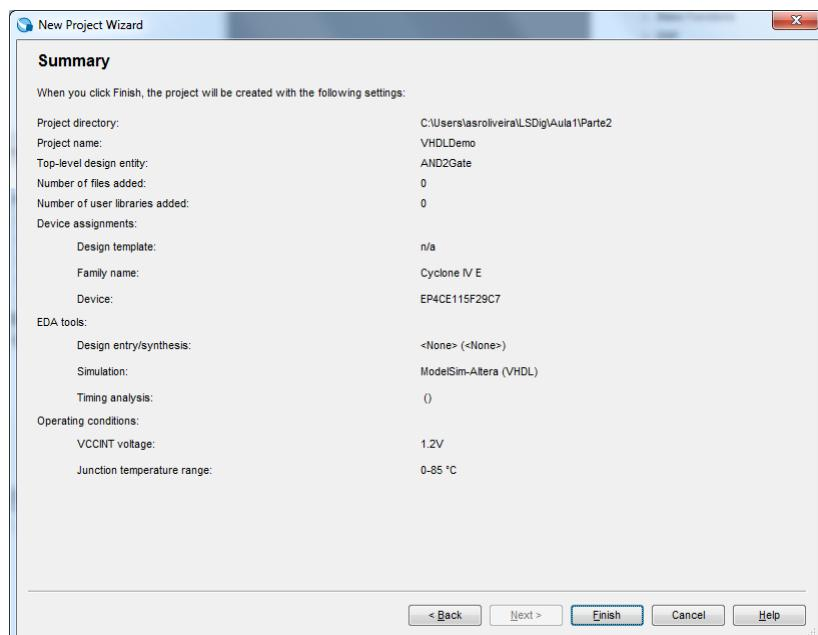

Figura 31 – Sumário final da criação do projeto.
1. Crie para a FPGA do *kit DE2-115 (Cyclone IV EP4CE115F29C7)* um novo projeto, seguindo os mesmos passos do ponto 1 da parte I deste guião. Considere a informação de identificação do projeto apresentada na Figura 30. O sumário da descrição do projeto deve ser semelhante ao da Figura 31.